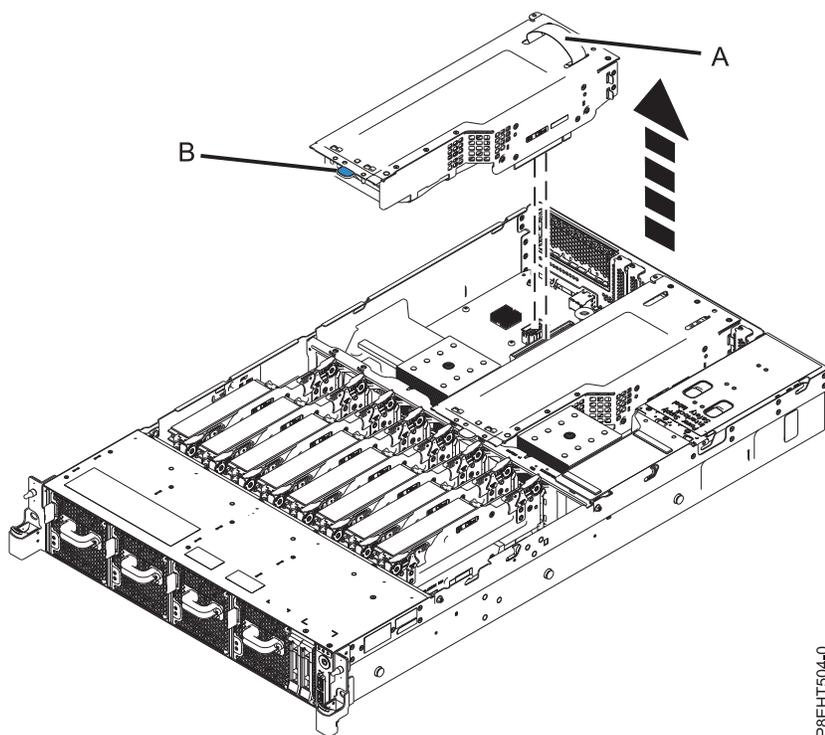

Figura 39. Extracción de la tarjeta de expansión PCIe
2. Utilizando la cinta azul y el punto táctil azul, quite la tarjeta de expansión PCIe del sistema. Consulte la Figura 39.